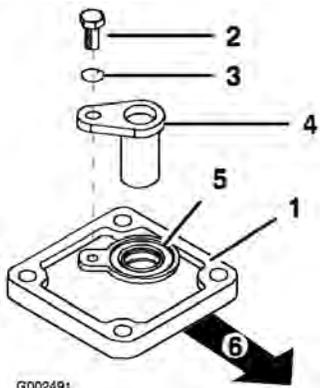

Figure 6
- Montez l'ensemble couvercle neuf sur la boîte-pont à l'aide des quatre boulons retirés à l'étape 1 (Figure 6). Pour monter correctement le couvercle, tournez le joint vers le haut et vers le côté gauche du véhicule.
- Montez le capteur de dent d'engrenage à l'aide de la vis (M6 x 1,00 x 12) et de la rondelle élastique (M6), comme illustré à la Figure 6.